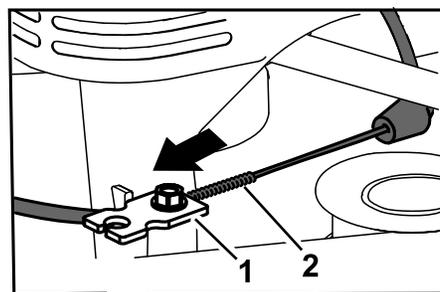

Рисунок 44
6. Потяните оболочку троса так, чтобы устранить провисание (Рисунок 44).